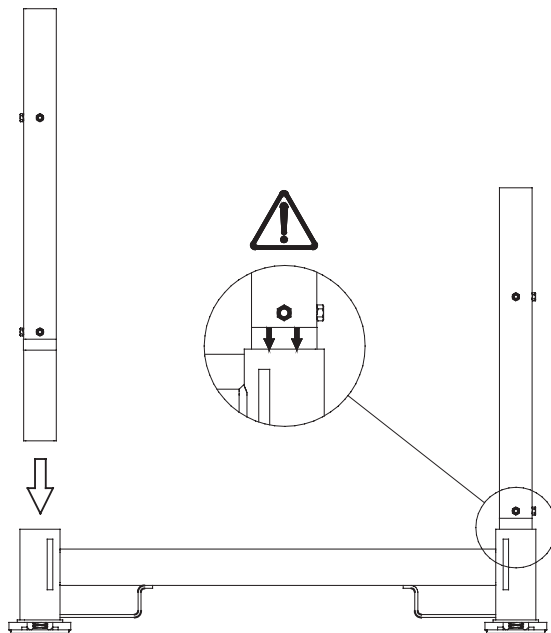

Figura 14. Inserimento dei montanti angolari.
2. Posizionare i quattro montanti angolari nel telaio inferiore, con i dadi di saldatura rivolti verso l'esterno. Quando si utilizza il peso zavorra prefabbricato come zavorra, si consiglia di inserire solo i due montanti angolari posteriori prima di caricare la zavorra. Accertarsi che i montanti angolari siano inseriti per la lunghezza corretta nei tubi. Verificare l'etichetta di contrassegno di inserimento, vedere Figura 14.